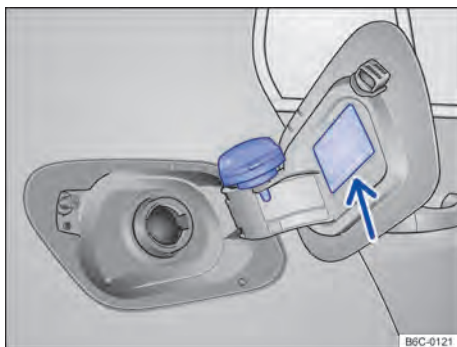

Fig. 133 Portinhola do tanque de combustível aberta com a tampa do tanque de combustível pendurada.
- Remover a tampa do tanque girando-a no sentido anti-horário e encaixá-la no suporte na portinhola do tanque → Fig. 133.